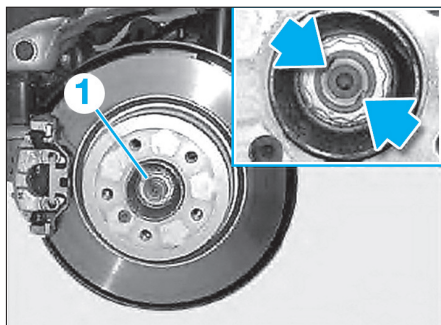

Fig. 8
- Ecarter suffisamment le matage (flèches) de l'écrou à embase pour que le filetage ne soit pas endommagé lors du desserrage (Fig.8).
- l'écrou à embase (1),